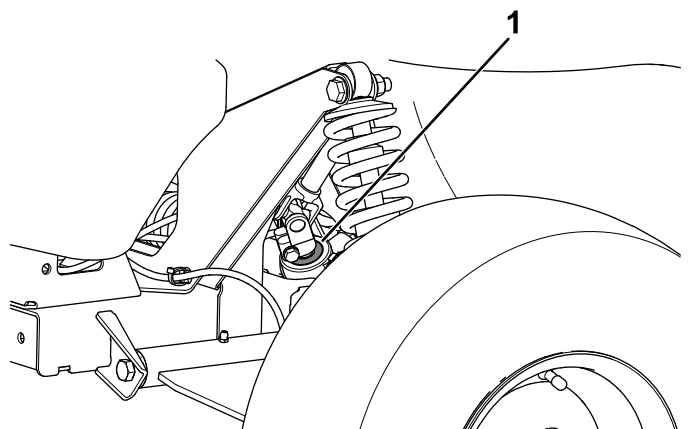

Figure 57
**Important:** Vérifier l'état et la fixation du joint de l'arbre de pignon (Figure 57).